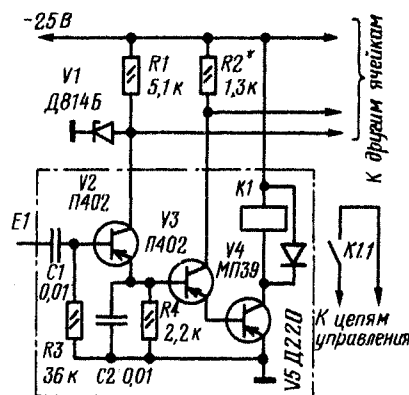
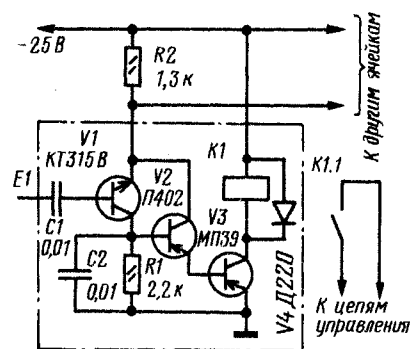

Рис. 1
Рис. 2
**С**енсорные переключатели можно легко сделать на транзисторах, работающих в режиме лавинного пробоя, так как они гораздо более доступны, чем другие элементы, например тиратроны, микросхемы. Такие переключатели могут быть собраны по схемам, изображенным на рис. 1 и 2.
Для включения ячеек переключателя используется наводка переменного напряжения. Наводимое напряжение усиливает до необходимого уровня первые каскады ячеек. Эти каскады непосредственно связаны с лавинными транзисторами, поэтому транзисторы первых каскадов должны иметь возможно меньший начальный ток коллектора. Если устройство работает при температуре не выше 40°C и не требует высокой термостабильности, то в первом каскаде можно использовать германиевые транзисторы П401—П403, включенные по схеме на рис. 1. Для того чтобы обеспечить лучшую термостабильность, нужно использовать кремниевые транзисторы, например, КТ312, КТ315 и т. п. с лавинным индексом, включенные по схеме рис. 2.